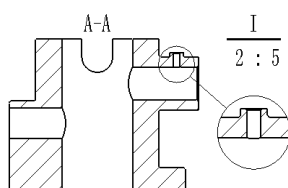

图 4.5.23 “相连”样式
- 设置图标样式为**相连**，结果如图 4.5.23 所示。